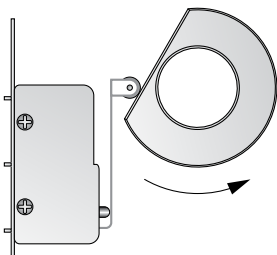

Рис. 16. Полностью открытое положение арматуры (положение «0»)
- нижний эксцентрик золотого цвета (LS1) регулирует угол поворота вала в момент открытия трубопроводной арматуры (положение «0»). Поворот вала относительно верхней плоскости электропривода осуществляется в направлении против часовой стрелки (см. Рис. 16);
- установить эксцентрики LS1 и LS3 как показано на Рис. 16;